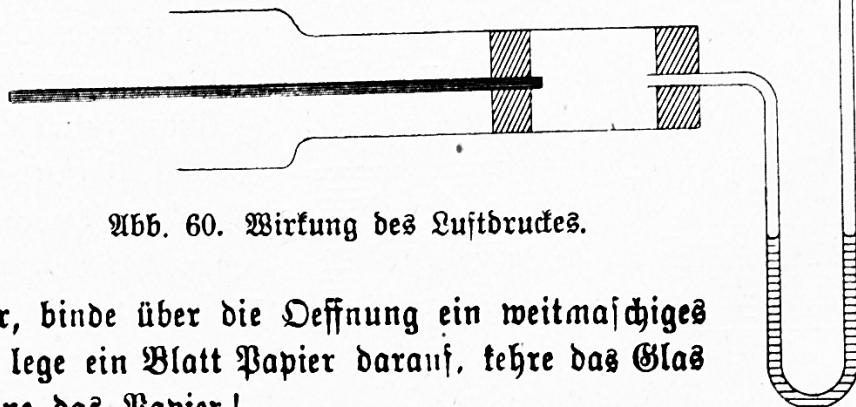

Abb. 60. Wirkung des Luftdruckes.
7. Ersetze die zugespitzte Glasröhre der unter 6. beschriebenen Vorrichtung durch eine U-Röhre! (Abb. 60.) Fülle die U-Röhre zur Hälfte mit gefärbtem Wasser! Bewege den Kolben